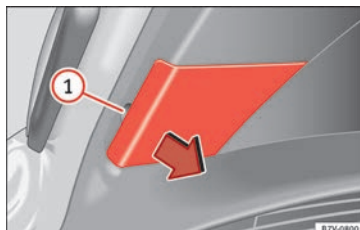

Fig. 112 I bagklappen: Sådan tages afdækningen af.
2. Vip forsigtigt afdækningen af ved rillen » **Fig. 112** ① ved hjælp af skruetrækkeren med den flade klinge fra bilens værktøj » **Fig. 101**).